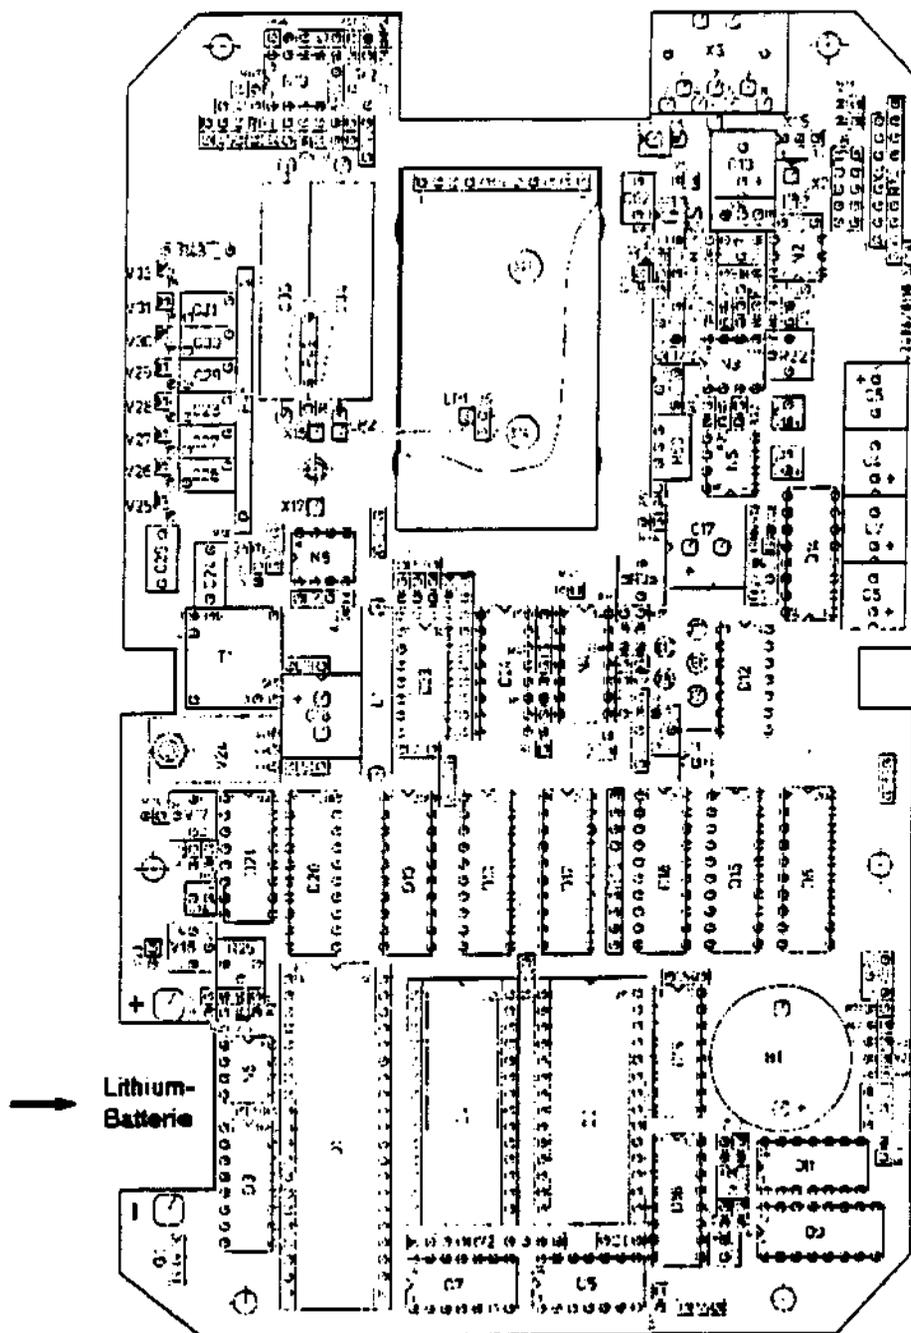

Abb. 11 Leiterplatte CONTAMAT, Z.-Nr. 42 496/0110
- 6) Nach Abnehmen der Zählrohrträgerplatte ist die Leiterplatte Z.-Nr. 42 495/0110 mit der Lithium-Batterie zugänglich; vgl. Abb. 11.
- 7) Anschlußfahnen der Lithium-Batterie auslöten und neue Batterie unter Beachtung der Polarität (s. Abb. 11) einlöten. (Vorher Anschlußfahnen abwinkeln).